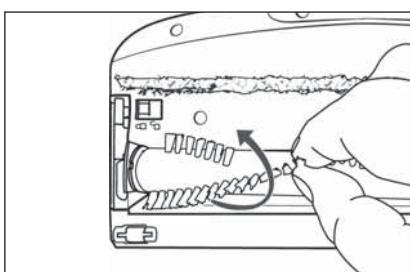

Fig. 30
- Retirez le rouleau brosse ②1 par les poils de la brosse de sol ②2. Tournez légèrement le rouleau brosse ②1 pour pouvoir le retirer plus facilement (voir fig. 30).